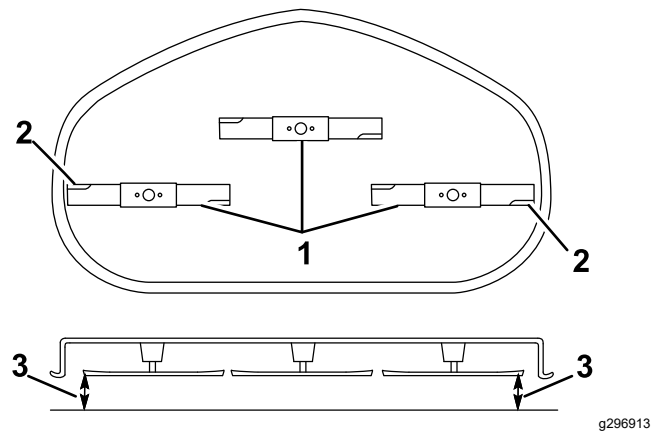

Figure 59
5. Mesurez la distance entre les tranchants extérieurs et le sol plat (Figure 59).